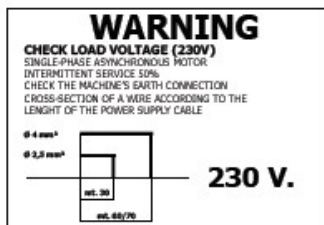

Fig. 1
3. Secțiunea transversală a cablului de alimentare trebuie dimensionată în funcție de lungimea sa. (Fig. 1), pentru a evita caderile de tensiune care pot provoca accidente. Se recomandă un cablu cu o secțiune de 2,5 mm² pt. cabluri cu o lungime de până la 30 m, și o secțiune de 4 mm² pt. cabluri cu o lungime de până în 100m.